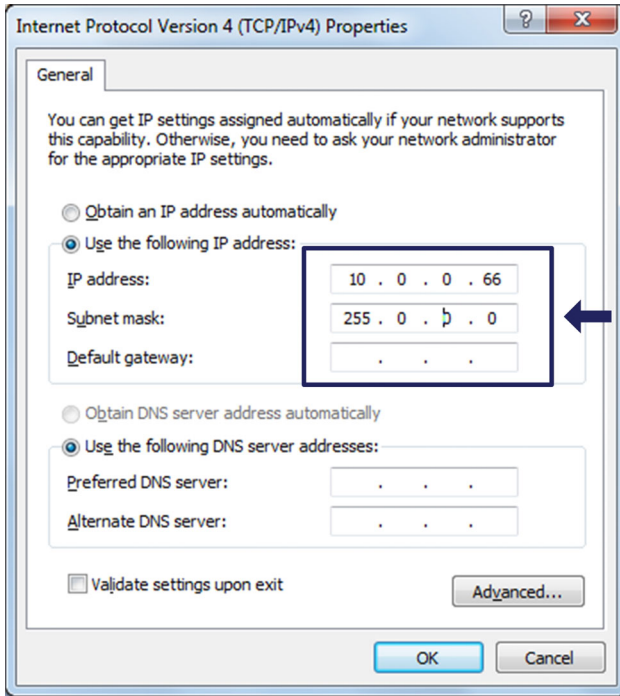

Fig. 3.9 IP et sous-réseau
- ▶ Réglez l'adresse IP (**IP address**) et le masque de sous-réseau (**Subnet mask**) (Fig. 3.9).